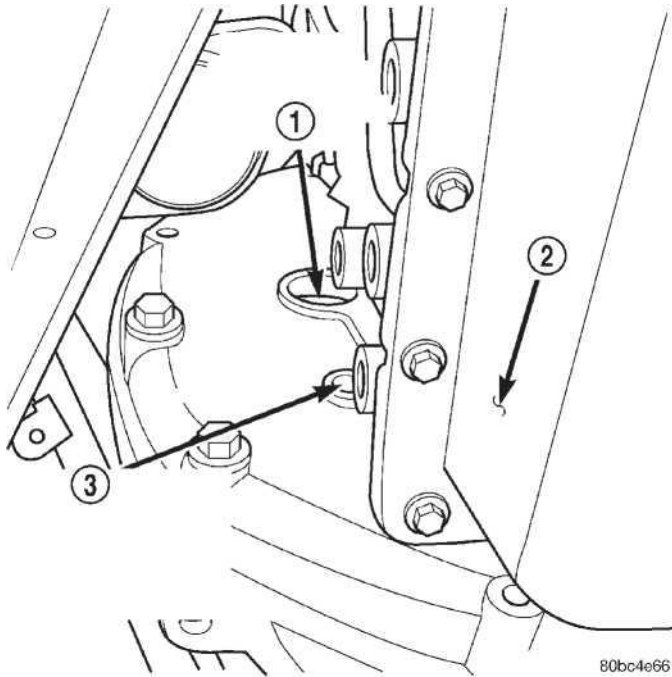

Рис. 16 Отверстие доступа болта конвертера крутящего момента
(58) Работа через отверстие доступа болта конвертера крутящего момента (Рис. 16), Вращайте двигатель, чтобы получить доступ и удалить (4) конвертер крутящего момента к flexplate стопорным болтам.